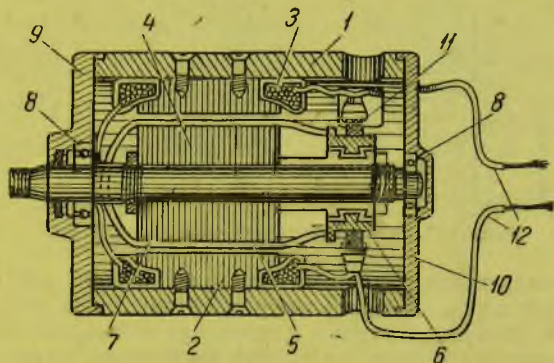

Рис. 121. Продольный разрез генератора постоянного тока
Вал собранного якоря (рис. 121) вращается на двух шариковых подшипниках (8), укрепленных в боковых (торцевых) крышках (9 и 10) корпуса генератора. С коллектора (6) ток снимается при помощи